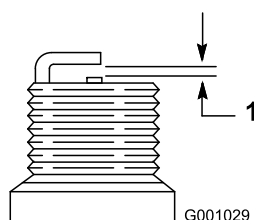

Figure 38
4. Réglez l'écartement des électrodes de la nouvelle bougie à 0,76 mm (0,030 po), comme montré à la Figure 38.